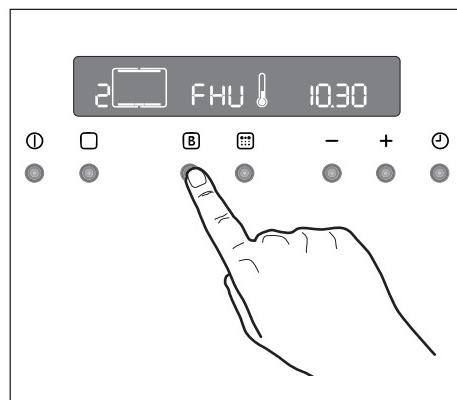

Abb. 14
- 1) Drücken Sie zum Einschalten des Ofens die Taste **①**.
- 4) Drücken Sie die Taste **□**. In der Temperaturanzeige erscheint „FHU“ (Abb. 14).